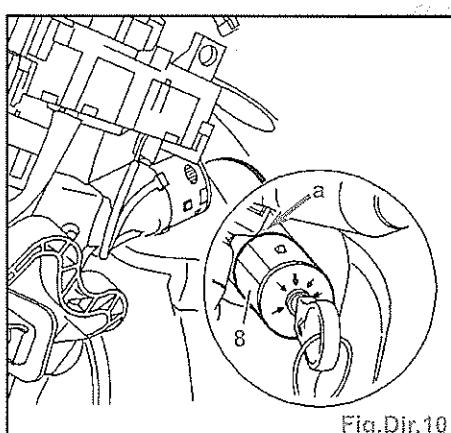

Fig.Dir.10
- le module analogique du transpondeur (6),
- la vis (7), à l'aide d'un pointeau et d'un marteau.
- Déposer l'antivol de direction (8) en appuyant sur l'ergot en (a) (Fig.Dir.10).